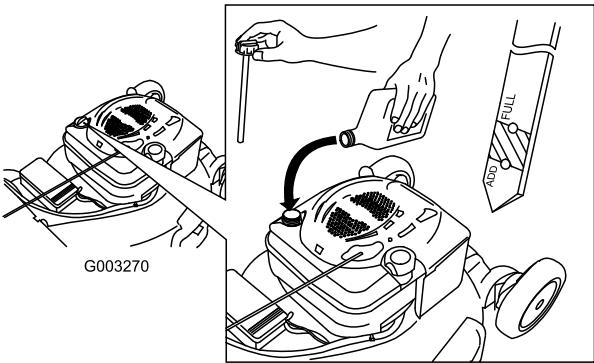

Bild 12
- Nehmen Sie den Peilstab heraus und wischen Sie ihn ab. Stecken Sie ihn dann ganz ein (Bild 12).
- Nehmen Sie den Peilstab heraus und prüfen Sie den Ölstand (Bild 12). Wenn der Ölstand unter der Nachfüll-Marke ist, gießen Sie **langsam** Öl in den Einfüllstutzen, um den Ölstand auf die Voll-Marke am Peilstab anzuheben. **Füllen Sie nicht zu viel ein.** (Max. Füllstand: 0,59 l des Typs: Waschaktives SAE 30-Öl mit der Klassifizierung SF, SG, SH, SJ, SL oder höher durch das American Petroleum Institute (API).)